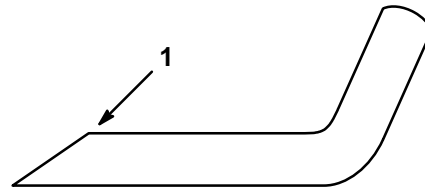

Figure 23
5. **AIGUISAGE DE LA LAME** — Au moyen d'une lime, aiguiser la face supérieure de la lame en veillant à conserver l'angle de coupe d'origine (Fig. 23). Limer la même quantité de métal sur chaque arête de coupe pour conserver l'équilibre de la lame.